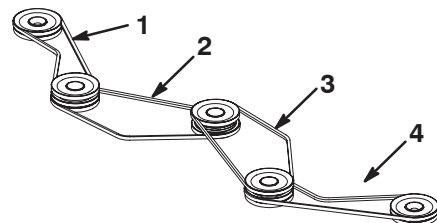

Figure 69
7. Remplacez la (les) courroie(s) le cas échéant. Posez les poulies comme illustré à la Figure 69.